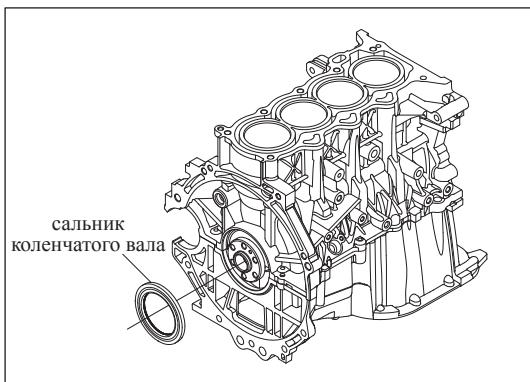

Рис. 13-3-21. Установка заднего сальника коленчатого вала
(2) Установка маховика
- a) При установке заднего сальника коленчатого вала при помощи специального приспособления (СИП) (см. Рис. 13-3-21) нанести небольшое количество масла на уплотнительную поверхность коленчатого вала и в канавку сальника. Запрещается царапать масляное уплотнение. После установки не должно быть перекоса торцевой поверхности сальника.